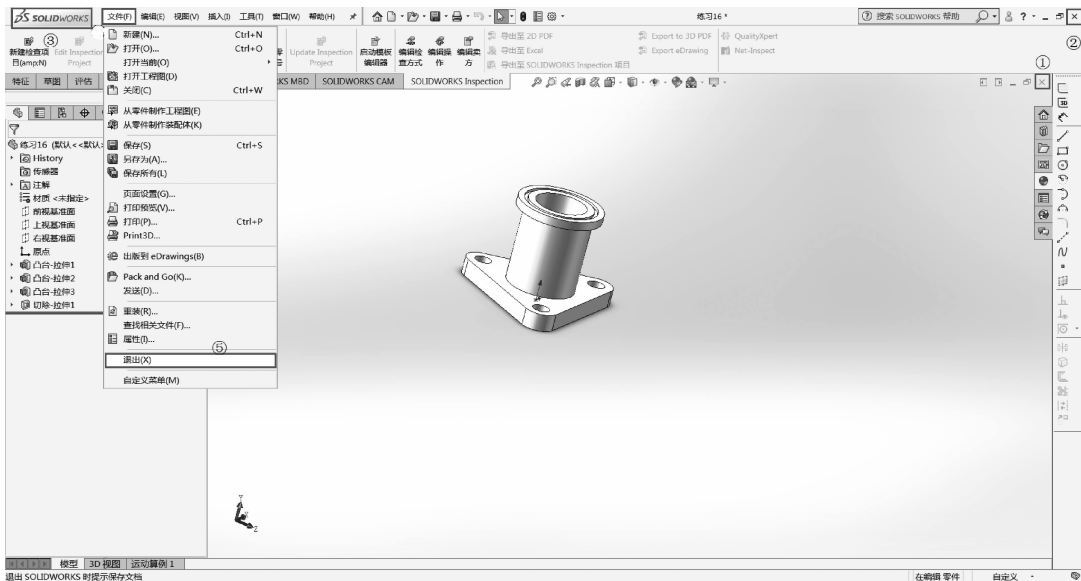

图 1-16 关闭文件和退出 SolidWorks
关闭文件的方法是单击绘图区右上角的【关闭】按钮 \times , 如图 1-16 中的①所示;或者按组合键【Ctrl+W】。
退出 SolidWorks 的方法是单击窗口右上角的【关闭】按钮 \times , 如图 1-16 中的②所示;或者单击窗口左上角的徽标按钮 $\bar{\omega}$ SOLIDWORKS, 如图 1-16 中的③所示;或者选择【文件】|【退出】命令, 如图 1-16 中的④所示。